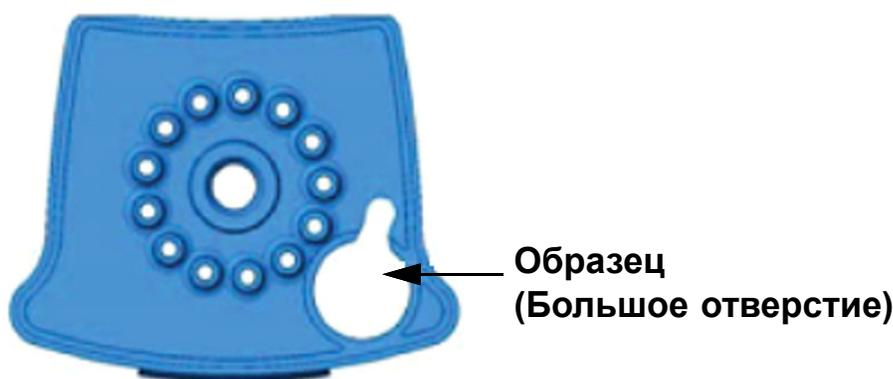

Рисунок 1. Картридж Хpert SA Nasal Complete (вид сверху)
5. Откройте крышку картриджа. При помощи стерильной пипетки для переноса (не входит в комплект поставки), внесите все содержимое емкости с элюирующим реактивом в камеру «S» картриджа теста. См. Рисунок 1.